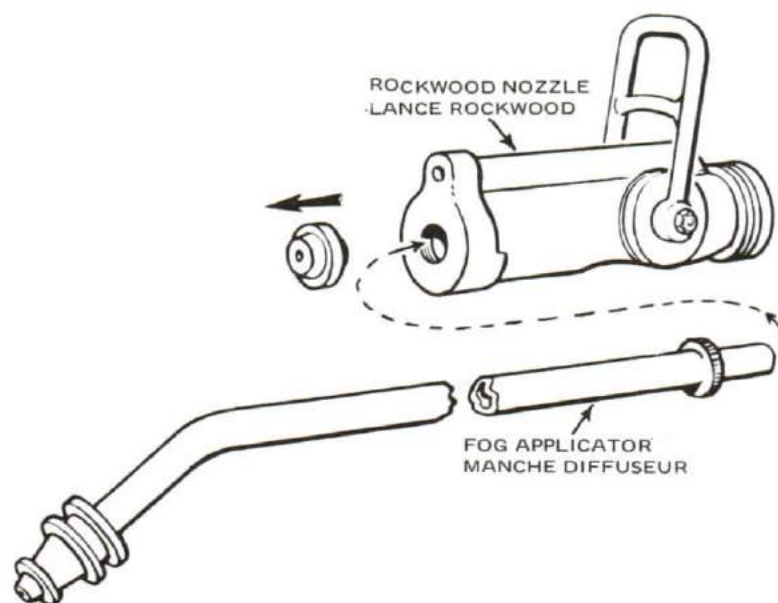

Figure 8-64
18. The low velocity fog applicator may be fitted into the nozzle in place of the high velocity fog head. See Figure 8-64.
18. Un manche diffuseur à basse pression peut être monté au bout d'un tuyau d'incendie à la place du manche à haute pression (voir la figure 8-64).